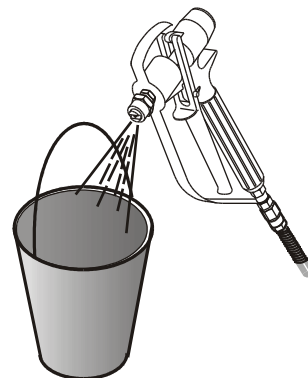

Fig.29
10) Il prodotto che esce durante lo scarico o i residui durante il lavaggio non devono **MAI** essere dispersi sul terreno ma raccolti in appositi contenitori e smaltiti secondo le disposizioni locali (fig.29).